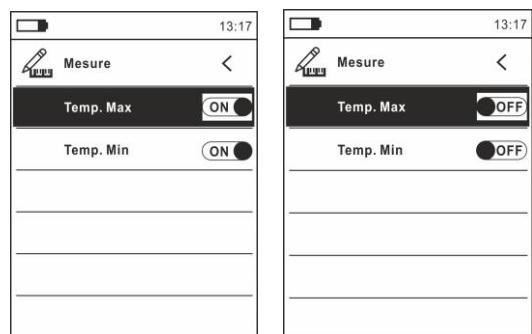

Fig. 13 Menu Mesure
- Sélectionner la rubrique « Mesure » et appuyer sur la touche  ou **▶** pour l'activation/désactivation des curseurs associés au point le plus « chaud » ou le plus « froid » dans l'image thermographique (voir Fig. 13)